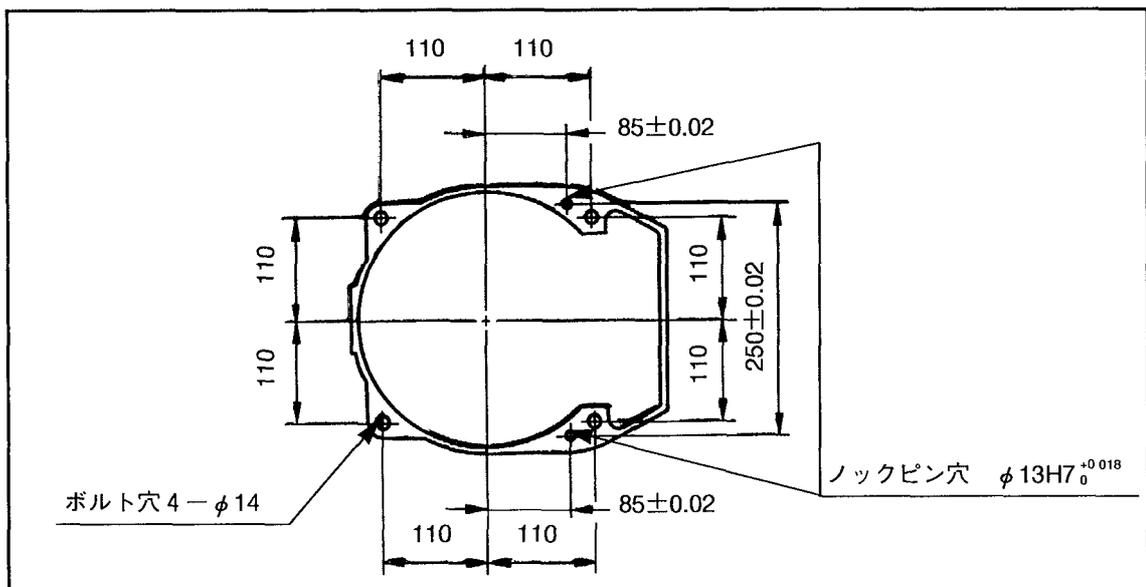

図5-58 ロボット本体の固定ボルト、ピン穴位置
- ①設置台のロボット固定位置に図5-58の寸法に従って、ボルト穴(M12:並目)4か所、ノックピン穴2か所を開けてください。
- ②ロボットをロボット運搬方法に従って、設定位置に置いてください。
- ③平行ノックピン $\phi 13$ 、2本を打ち込んでください。